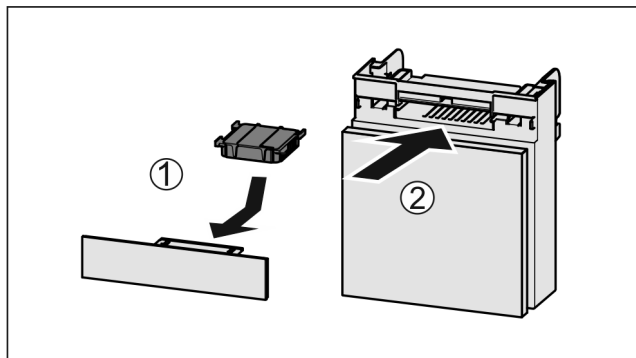

Fig. 53
- ▶ Vložte aktívny uhlíkový filter podľa obrázka Fig. 53 (1).
- ▶ Zasuňte zásuvku Fig. 53 (2).